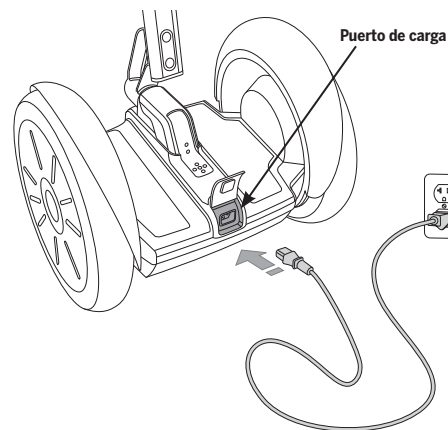

Ilustración 57: enchufe el cable de alimentación en el puerto de carga
2. Abra el puerto de carga situado en la parte trasera de la consola del transportador PT (consulte la **ilustración 57**).
4. Conecte el cable de alimentación (incluido con el Segway PT) a una toma de corriente alterna con toma a tierra (100V–240V; 50Hz–60Hz). El cable de alimentación deberá contar con una toma a tierra (consulte la **ilustración 57**).